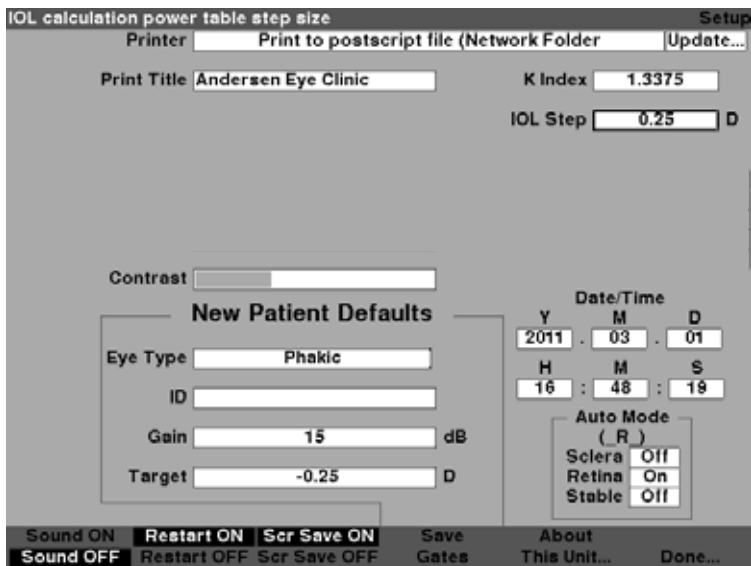

Figura 5-63 Incremento de LIO regulado
4. Cuando incremento de LIO se encuentre en el nivel adecuado, presione el control giratorio o el botón \checkmark para guardar el valor regulado y desactivar el campo, como se muestra en la Figura 5-63.